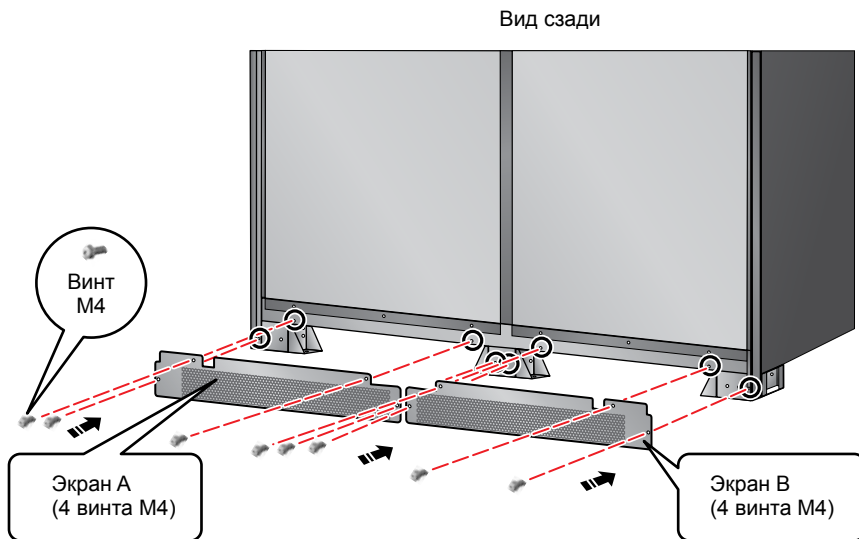

Рис. 5-5. Установка экранов для защиты от грызунов сзади ИБП
2. Сзади ИБП установите экраны А и В, как показано на **Рис. 5-5**.